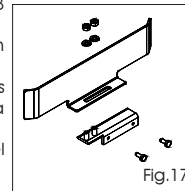

Fig. 17
- 1) Monter et fixer les 2 plaquettes profilées sur les 2 supports en U avec les écrous et les rondelles fournis, d'après la Fig. 17.